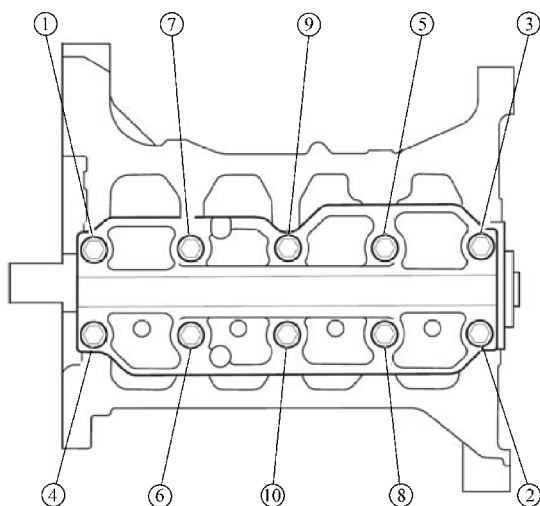

图 8-12 拆卸轴承盖座
- 5) 按图 8-12 所示的顺序拆下轴承盖螺栓。为避免翘曲, 每次以 1/3 圈依次旋松螺栓。重复这一过程直到松开所有螺栓。